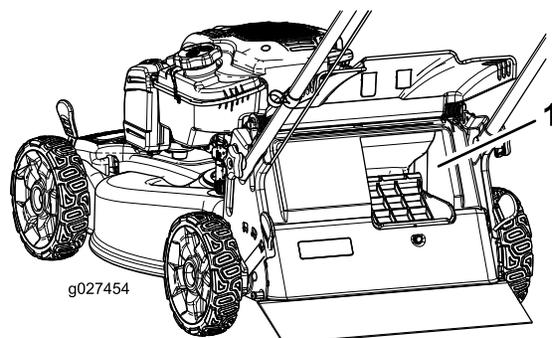

図 24
**重要** 適切に集草が行われるためには、レバーを集草にセットした時に集草ドアやその他の開口部に刈りかすやごみが溜っていないことが大切です 図 24。